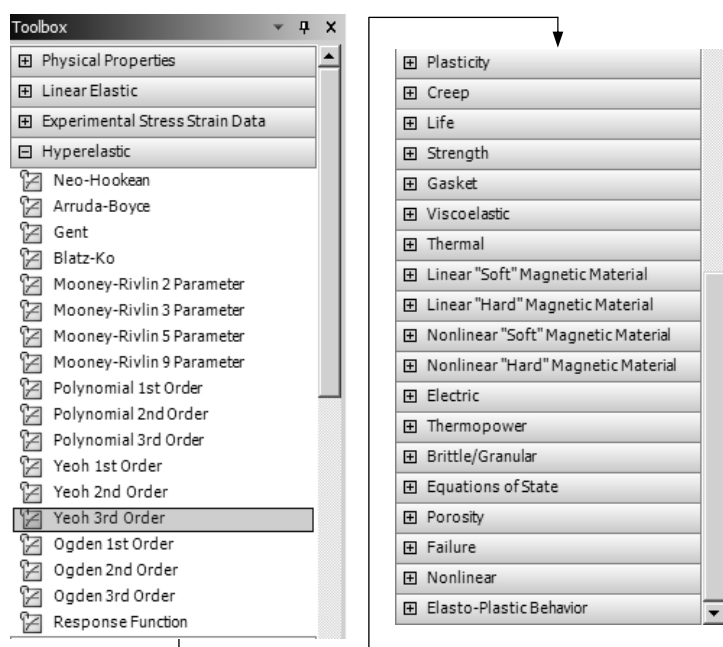

图 8.3.9 超弹性应变能密度函数的类型
(2) 在界面左侧的 **Toolbox** (工具箱) 中展开 **Hyperelastic** (超弹性材料) 项, 其中超弹性应变能密度函数的类型包括多种, 如图 8.3.9 所示。